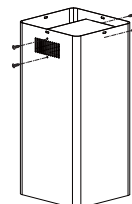

Bild. 15
- Fixera T-sharp utloppet på insidan av skorstenen, se bild 15.